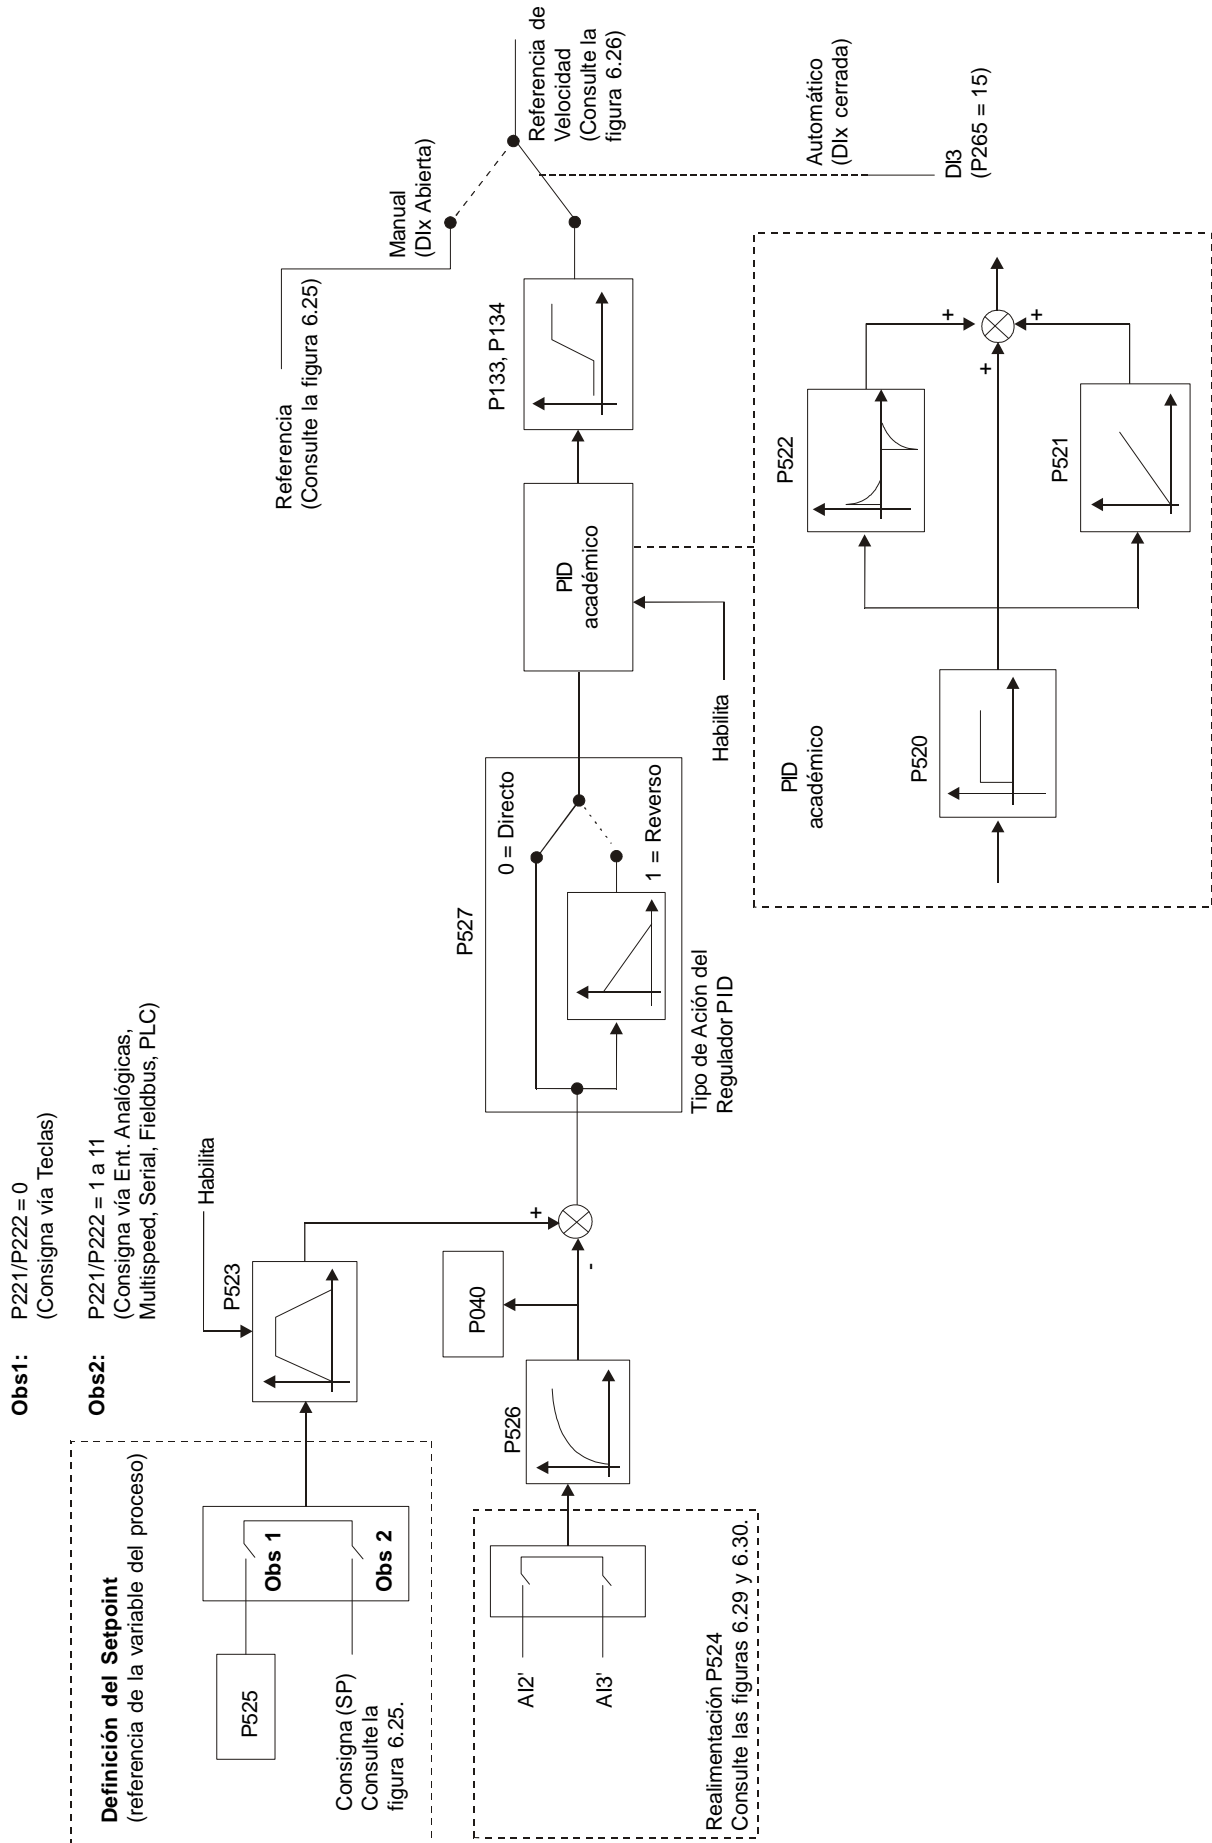

Figura 6.47 - Diagrama de bloque de la función Regulador PID Académico
- ☑ La figura 6.47 presenta el diagrama en bloques de la función regulador PID.